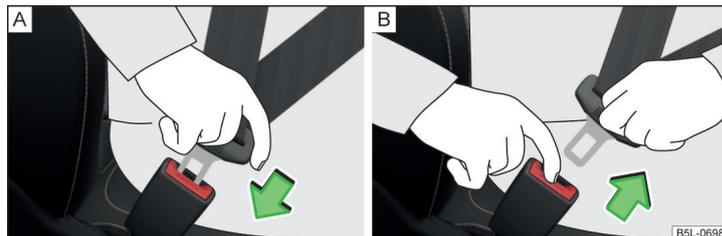

Fig. 5 Allacciare/Slacciare le cinture di sicurezza
- Infilare la linguetta nella fibbia del sedile » fig. 5 - **A** finché non si aggancia in maniera udibile.
- Premere il tasto rosso sulla fibbia della cintura » fig. 5 - **B** la linguetta sarà espulsa.